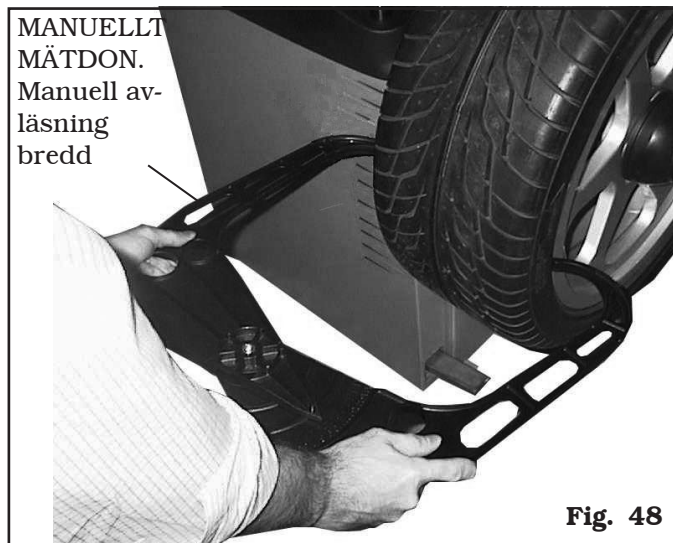

Fig. 48
- avläsningen av breddvärde med manuellt mät don (bredd) (se **Fig. 48**).